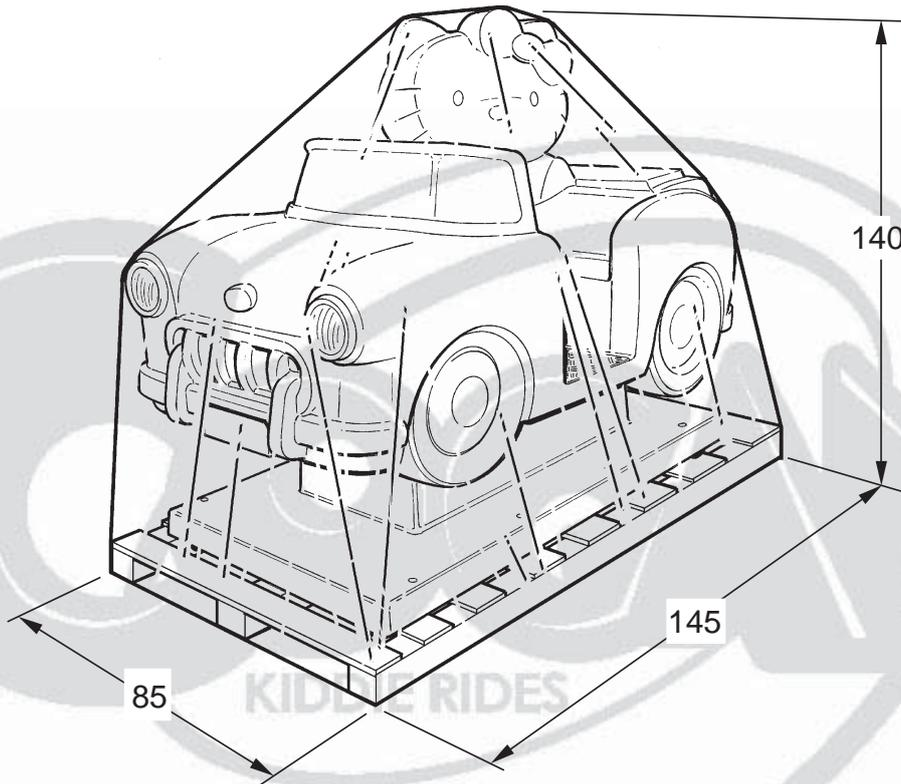

Fig. 4.1
- Per garantire l'integrità della macchina durante il trasporto, essa viene avvolta con pluriball di nylon (fig.4.1).
- In order to protect the machine from damage, it is wrapped in a nylon pluriball (fig. 4.1).